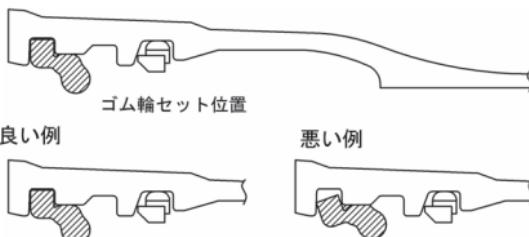

図13 ゴム輪の装着例
- (3) ゴム輪装着後プラスチックハンマでゴム輪を受口内面になじませるようになたく。さらに、ゴム輪内面を指で触り、部分的な浮き上がりが無い事を確認する。(図13参照)